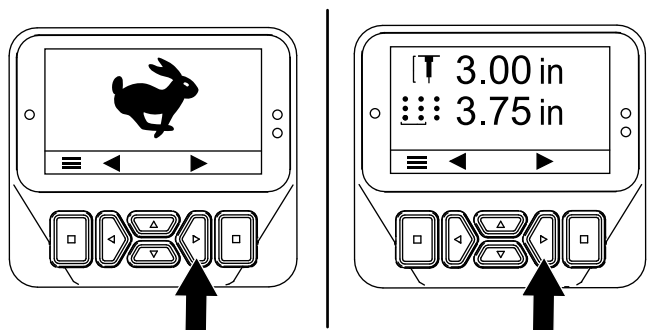
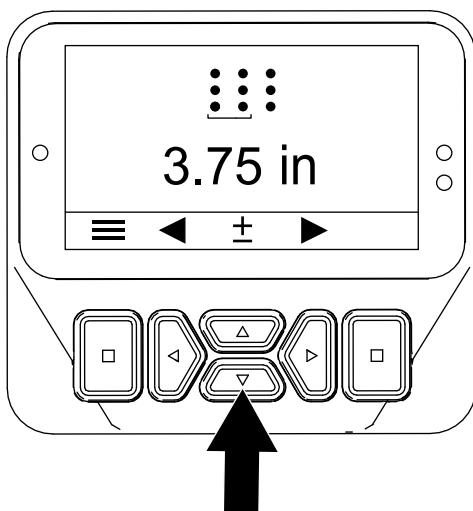

Figura 53
Figura 54
3. Premete il pulsante Destra fino a quando non viene visualizzata la schermata Impostazione della distanza tra i fori (Figura 53 e Figura 54).
4. Regolate la distanza tra i fori (Figura 54) come segue: